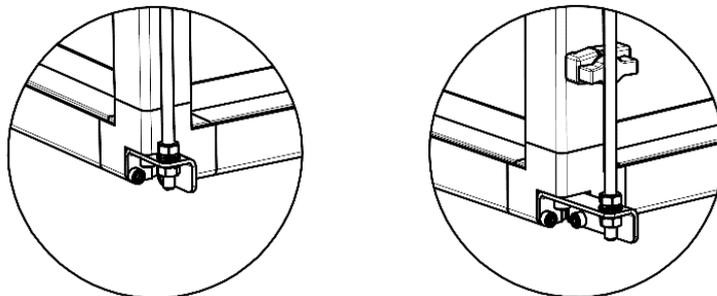

Рис.5. Подвесной элемент секции при стороне обслуживания снизу и сбоку
- 7.1.3. Конструкция секции ПБС предусматривает также подвесное исполнение. Для этой цели установка комплектуется специальными крепежными элементами подвеса, изготавливаемыми комплектно, на правую и левую стороны (рис.5).